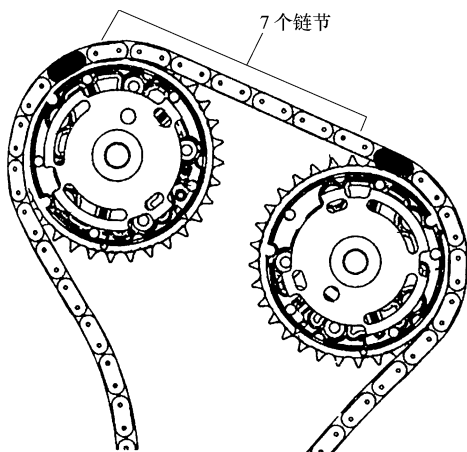

图 20-29 凸轮轴位置执行器链轮上的正时链节之间有 7 个链节
- 6) 确保凸轮轴位置执行器链轮上的正时链节之间有 7 个链节, 如图 20-29 所示。